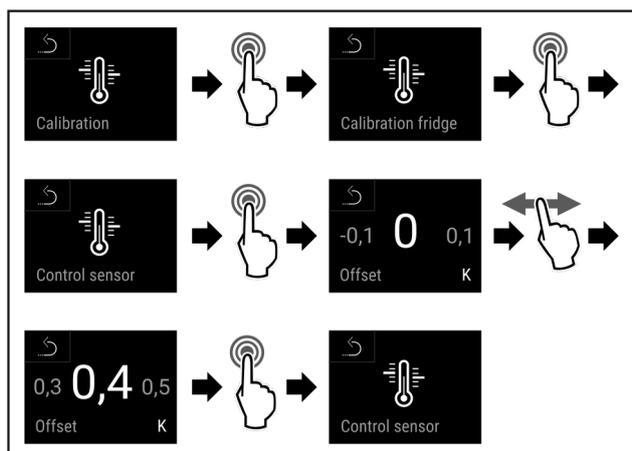

Fig. 137
- u Handlungsschritte (siehe Fig. 137) durchführen.